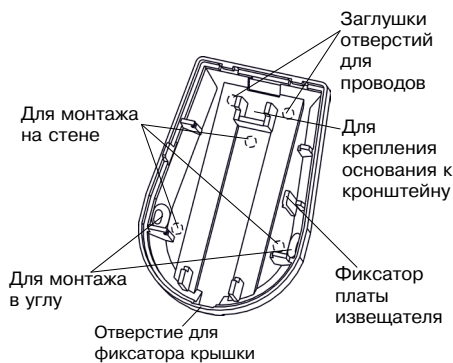

Рисунок 2 – Основание
- снимите крышку извещателя, отжав отверткой фиксатор крышки через отверстие, расположенное в нижней части основания извещателя (рисунок 2);
- просверлите в основании извещателя отверстия (рисунок 2), которые будут использоваться для прокладки проводов и крепления извещателя;